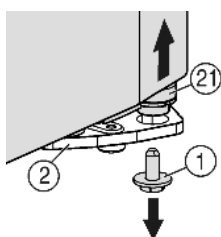
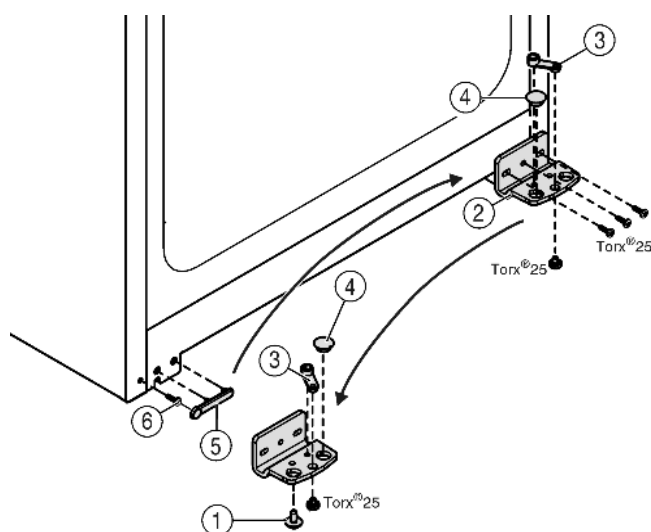

Fig. 4
Fig. 5
- ▶ Внизу справа на опорном кронштейне выкрутите фиксирующий винт Fig. 4 (1).
- ▶ Опорный палец Fig. 4 (21) можно извлечь из опорного кронштейна Fig. 5 (2).
- ▶ Если не удается извлечь опорный палец Fig. 4 (21), нажмите на него снизу.
- ▶ Открутите опорный кронштейн Fig. 5 (2).
- ▶ Открутите опорную деталь Fig. 5 (3) и, переставив в отверстие на противоположной стороне опорного кронштейна, снова прикрутите.
- ▶ Извлеките заглушку Fig. 5 (4) из опорного кронштейна и переставьте ее в отверстие на противоположной стороне опорного кронштейна.
- ▶ Осторожно снимите крышку со стороны ручки Fig. 5 (5).
- ▶ Выкрутите болт Fig. 5 (6) и вкрутите на противоположной стороне.
- ▶ Снова установите крышку Fig. 5 (5).
- ▶ Снова прикрутите опорный кронштейн Fig. 5 (2) на новой стороне шарнира (с моментом 4 Нм). При необходимости используйте аккумуляторный шуруповерт.
- ▶ Вкрутите фиксирующий винт *Fig. 4 (1)* вниз в опорный палец и затяните (**с моментом 4 Нм**).